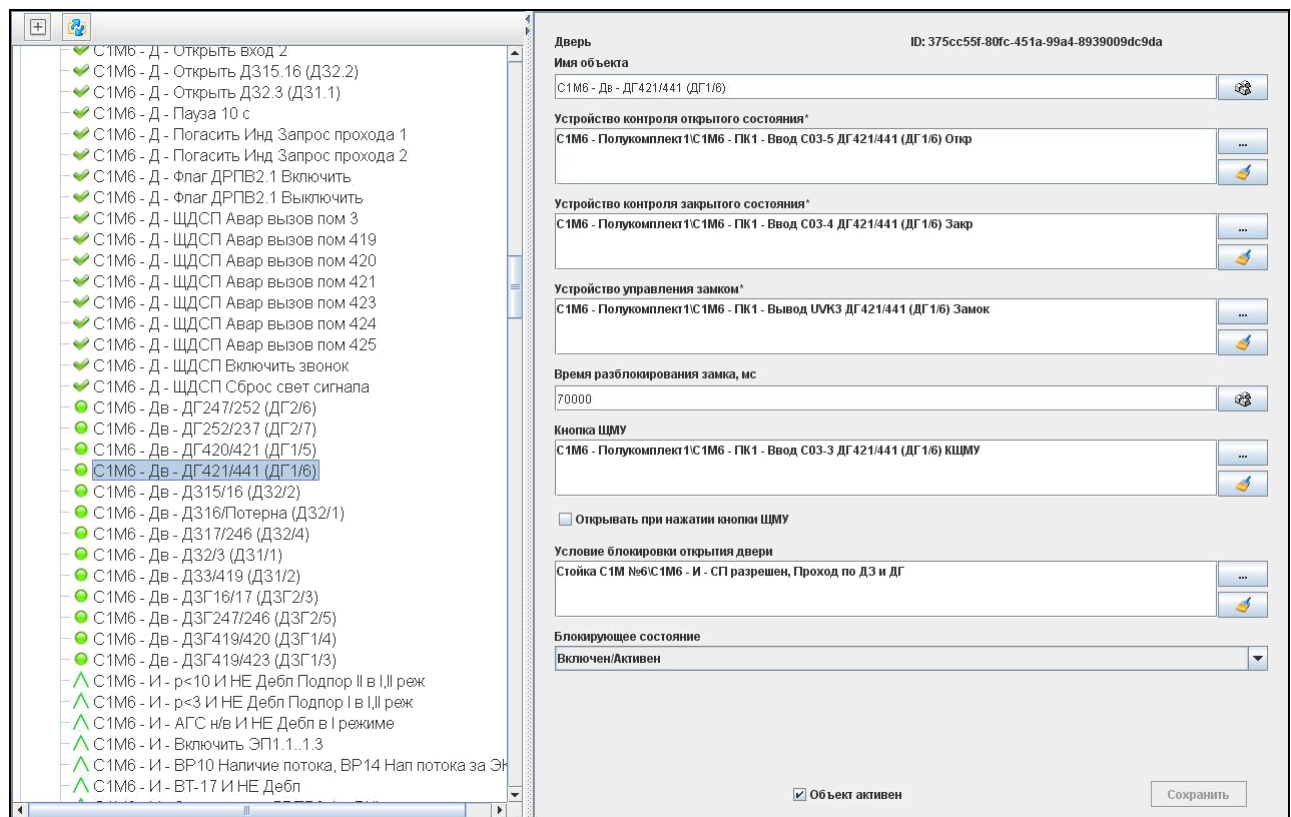

Рисунок 21 — Элемент «Дверь»
3.10.15.1. Отражает состояние двери и ее замка и обеспечивает управление замком двери (рис. 21).